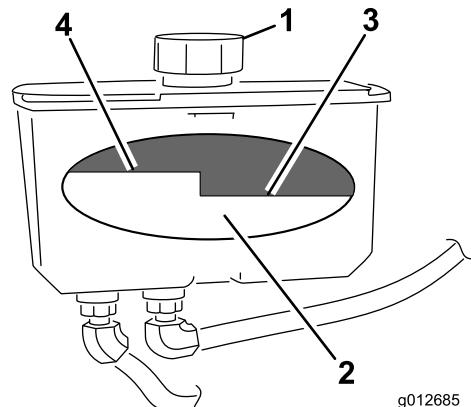

図 74
4. 油圧オイル・タンクの注油口と首の周辺をきれいに拭く（図 74）。
5. 給油口からキャップを取り、タンクの中をのぞいてオイルの量を確認する（図 74）。
注 オイルが暖かいときには、バッフルの一番上のレベルまでオイルがあることが必要です（図 74）。